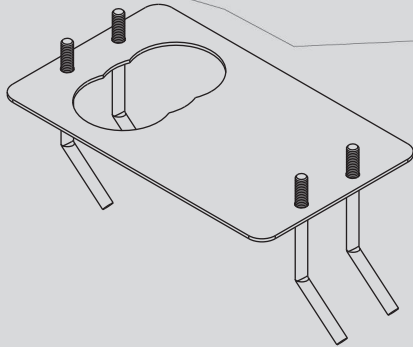

Fig. 2 / Abb.2
4. Engager les 4 vis à empreinte hexagonale dans leur siège de telle façon à les faire saillir de 5 mm minimum (ceci permettra de faire les réglages finaux (A fig.2).
4. Colocar los 4 tornillos de ranura hexagonal en su alojamiento, haciendo que sobresalgan 5 mm. (Esto servirá para las regulaciones finales) (A Fig.2).
4. Insert the 4 socket-head screws into the respective holes, leaving them protruding by at least 5 mm. (This will serve for fine adjustment) (See fig. 2).
4. Die 4 Sechskantlochschauben in ihren Sitz einsetzen und mindestens 5 mm herausstehen lassen (Dies dient der endgültigen Einstellung. (Abb. 2).
4. Doe de 4 inbusschroeven op hun plaats en laat ze minimaal 5 mm uitsteken. (Dit dient voor de uiteindelijke afstellingen) (A - fig. 2).